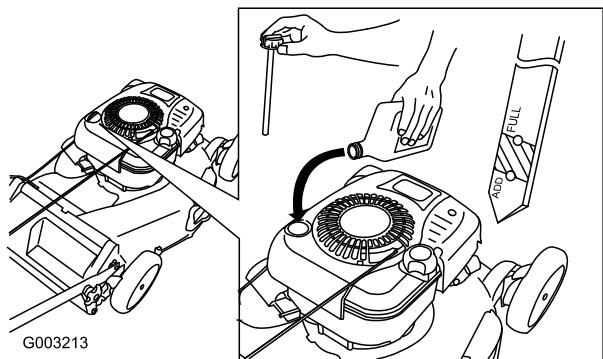

Figura 13
1. Togliete l'asta di livello, asciugatela ed inseritela a fondo nel foro (Figura 13).
2. Rimuovete l'asta e controllate il livello dell'olio (Figura 13). Se il livello dell'olio è inferiore alla tacca **Add** sull'asta, versate lentamente dell'olio nel foro del bocchettone fino a portarne il livello alla tacca **Full** sull'asta. **Non riempite troppo.** (Riempimento massimo: 0,77 litri, tipo: olio detergente SAE 30W con service classification API di SF, SG, SH, SJ, SL o superiore.)